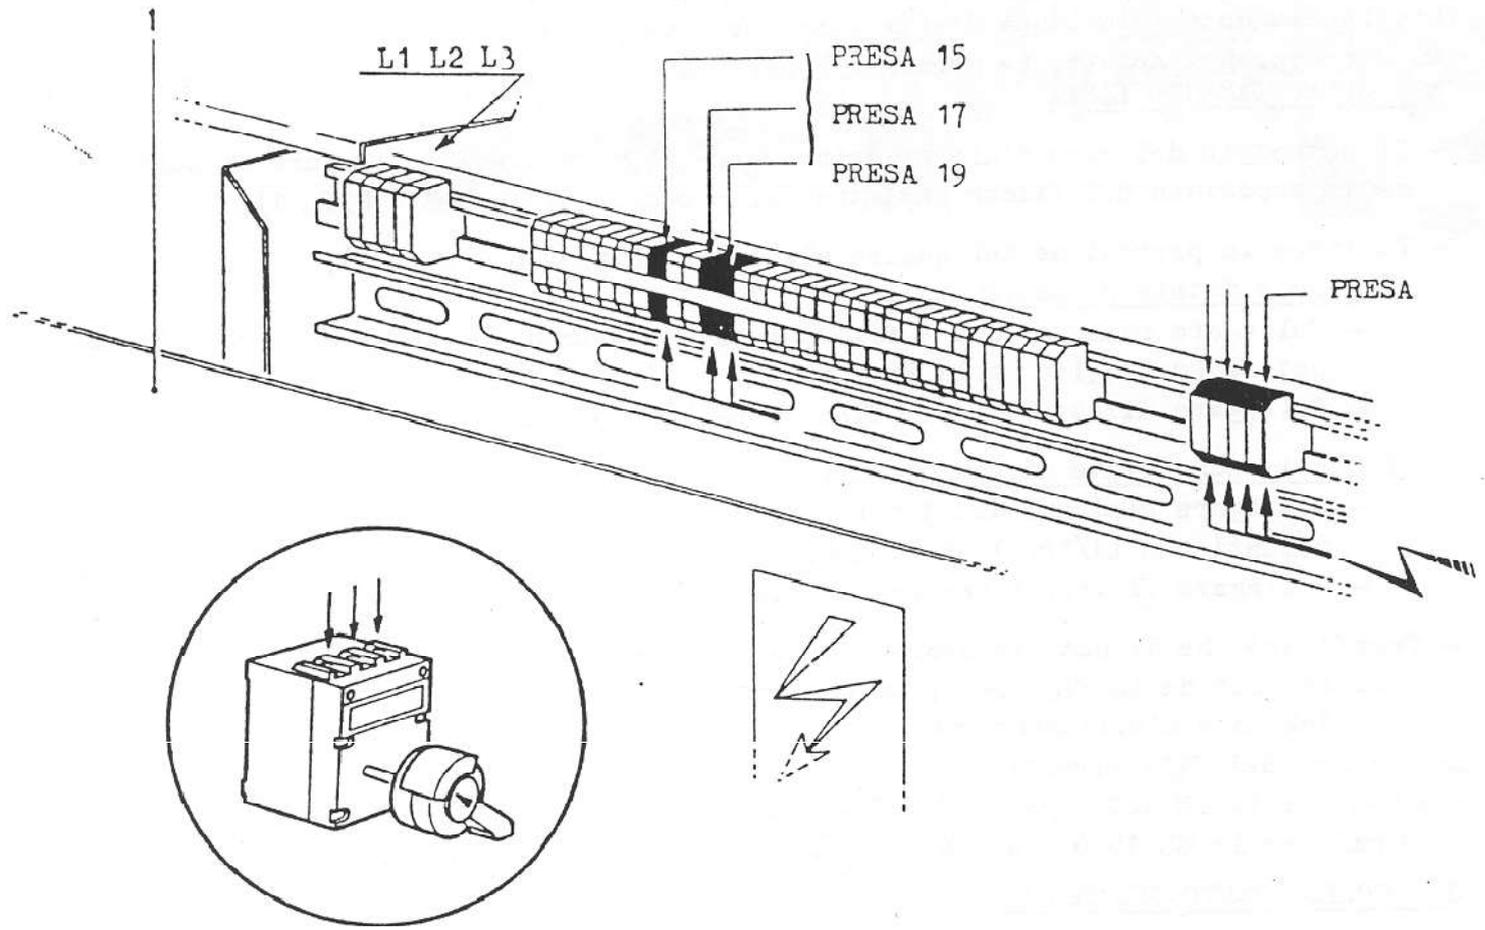

FIG. 2-8
- Togliere la protezione del quadro elettrico (Fig. 2-8 - Rif. 1);
- Collegare ciascuno dei 3 fili del cavo d'alimentazione alle prese del sezionatore (dettaglio della Fig. 2-8).
- Collegare ciascuno dei 3 fili del cavo d'alimentazione ai morsetti contrassegnati con L1/L2/L3 (Fig. 2-8).
- Collegare ciascuno dei fili contrassegnati 15, 17, 19, alle corrispondenti prese della morsettiera (Fig. 2-8);